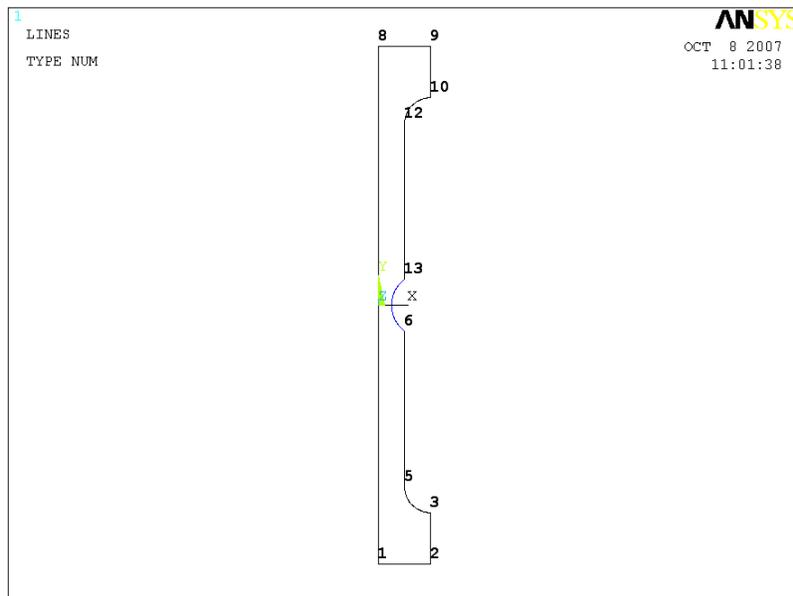

Рисунок 12. Результаты построения границы модели
- Нажимаем кнопку **OK** (Рисунок 12).